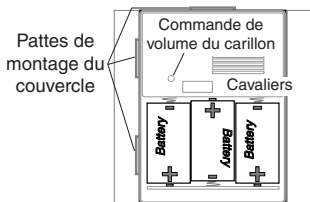

Figure 2
2. **Installez 3 piles alcalines « D » (R20).** Prenez soin d'orienter les piles correctement (voir Figure 2).
5. Remettez les piles en place (voir Figure 2). Remplacez le couvercle du carillon sur le socle.